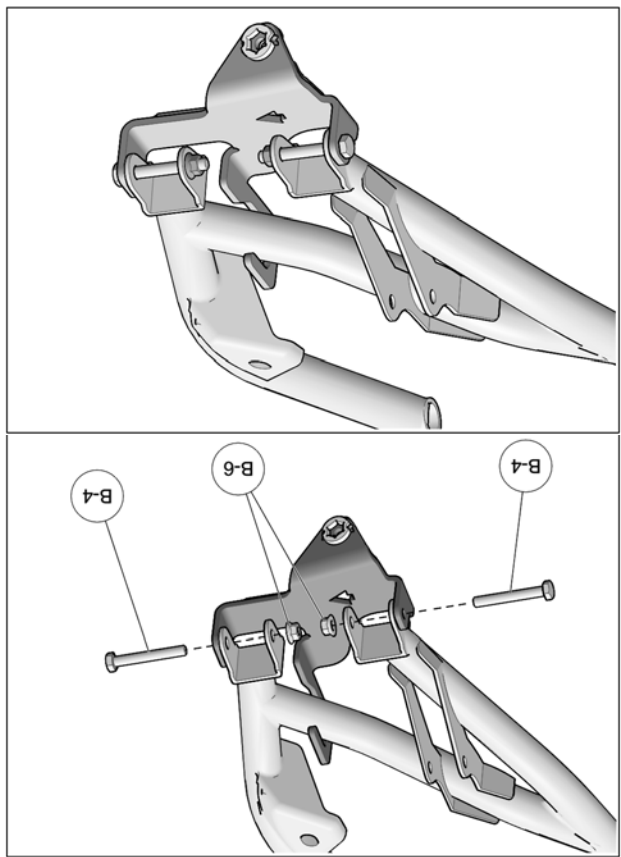

Fig. 7
7. Insérer les nouveaux boulons M10x75mm (B4) à travers l'ancrage, le bras de suspension inférieur et le moyeu de roue. Fixer l'assemblage en utilisant les nouveaux écrous (B6) fournis. Serrer les boulons à un couple de 70 N•m [52 lb•pi]. Voir la Fig. 7